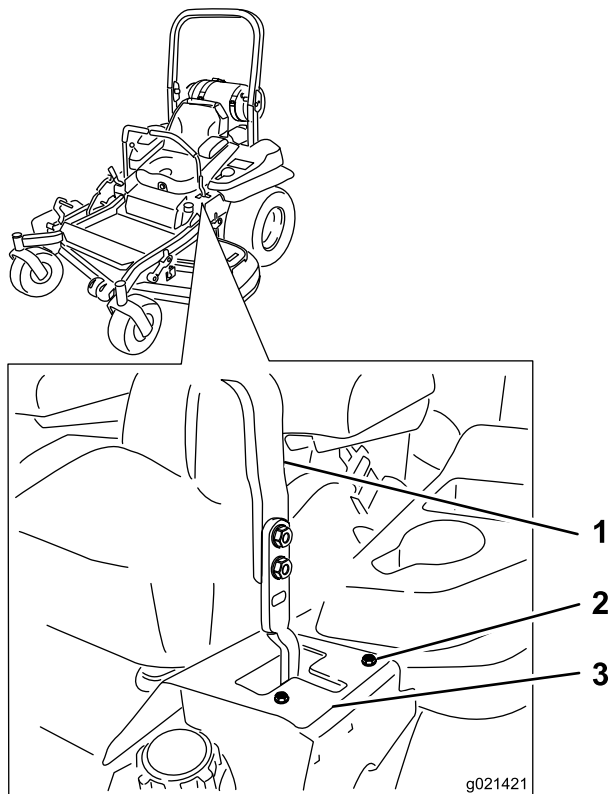

Figure 59
6. Si elle se déporte à droite, desserrez les boulons et déplacez la plaque de butée gauche en arrière sur la fente en T gauche, jusqu'à ce que la machine se déplace en ligne droite (Figure 59).
en T droite, jusqu'à ce que la machine se déplace en ligne droite (Figure 59).
8. Serrez les boulons de la plaque (Figure 59).